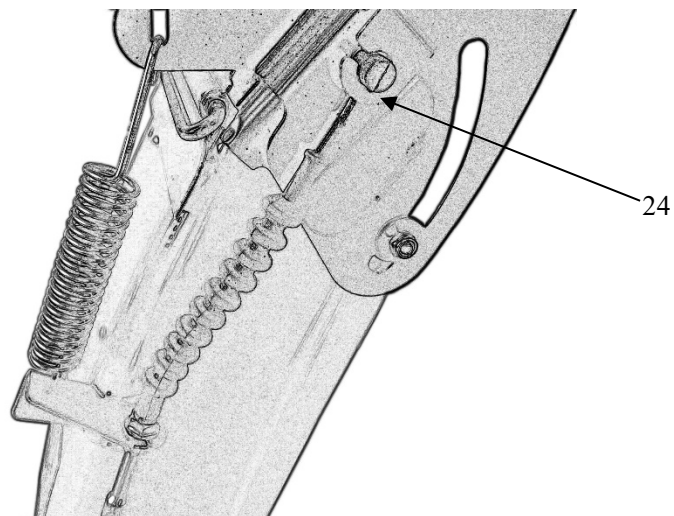

Figur 7
5 . Montera rännan: Placera plastringen (16) under rännan (17) och placera den på rännans bas (18) på höljet (se figur 7); anslut och dra åt rännans tryckare (19) plus två rännbrickor (20) med sexkantsnipplor (21), M6-brickor (22) och M6-låsmuttrar (23) (se figur 8).